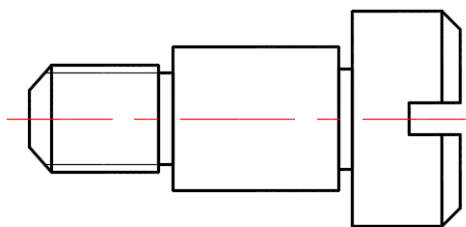

图 5-22 带肩螺钉
① 打开“利用夹点旋转图形练习.dwg”文件,该文件中存在着图 5-22 所示的一个带肩螺钉。